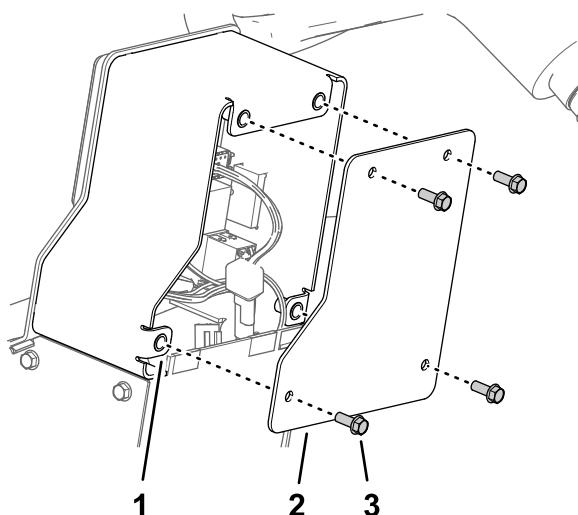

Figura 18
3. Monte la cubierta delantera con los 4 tornillos con arandela prensada ( $\frac{1}{4}$ " x  $\frac{5}{8}$ ") que retiró en el paso 1 de Instalación de los interruptores de los intermitentes y de las luces de emergencia \(página 5\) (Modelos 31699 y 31699N), y apriete los tornillos a mano (Figura 18).